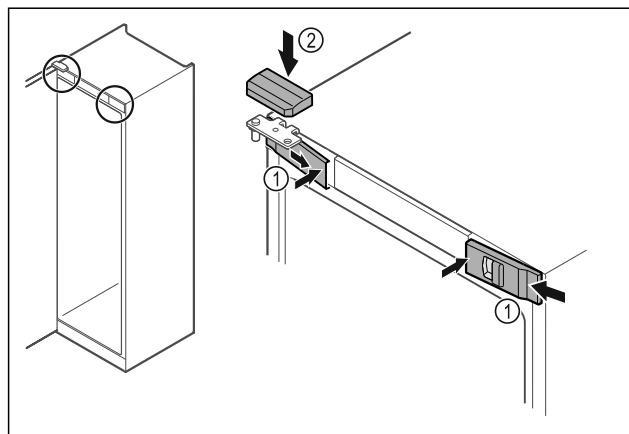

Fig. 51
- Зацепите скобу и защелкните передние крышки Fig. 51 (1) с внутренней стороны.
- Защелкните верхнюю крышку Fig. 51 (2) сверху.